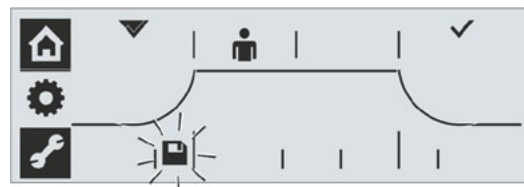

**Bild 11: Kör ställdonet tills spara-symbolen visas**
15. Kör ställdonet till det andra ändläget. Se manöversteg 9. Ställdonet måste köras minst så långt att spara-symbolen  visas, se bild 11.